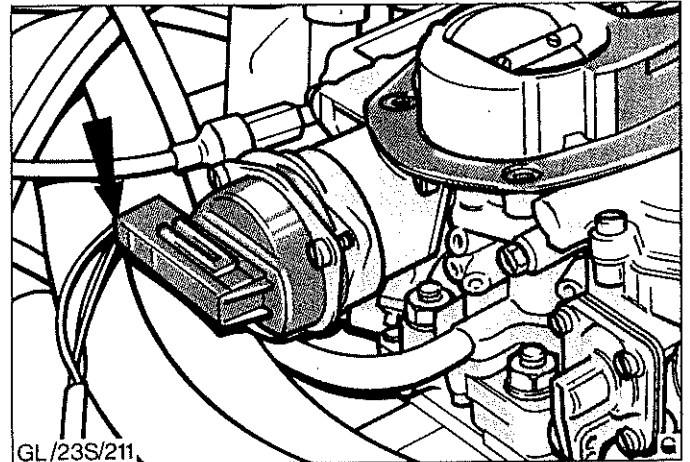

Abb.30 Kabelstrang-Anschluß - elektrische Startautomatik
4. Kabelstrang vom Gehäuse der Startautomatik abklemmen, Abb.30.
11. Kabelstrang der elektrischen Startautomatik anschließen, Abb.30.